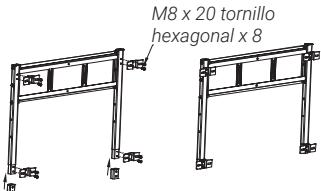

Figura 11
1. Monta en la forma mostrada en la Figura 12, tal como se muestra en la figura 11.